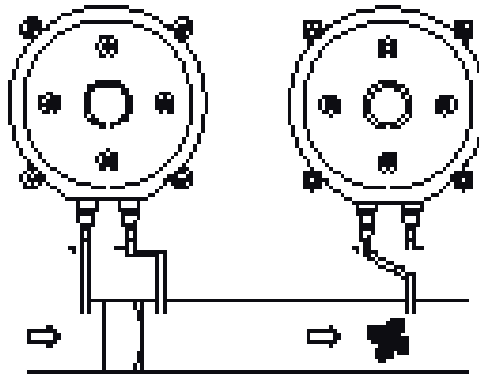

Fig. 3
- 2 connettori in PVC (vedi Fig.3);
- 2 PVC connectors (see Fig.3);